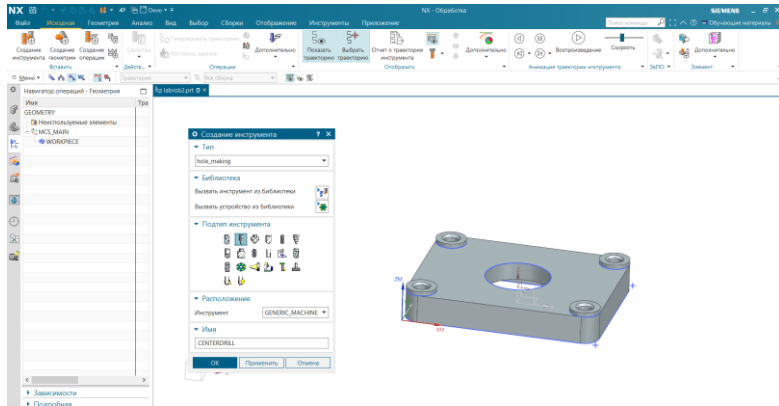

Рисунок 2.8 – Діалогове вікно «Создание инструмента»
7) Задайте різальний інструмент, використовуючи команду «Создать инструмент» (рис. 2.8). З'явиться діалогове вікно